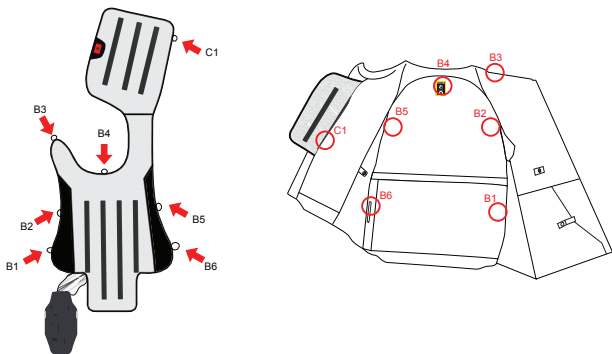

Abbildung 14
4. Lösen Sie den Airbag von der Weste, indem Sie alle Verbindungsclips öffnen. Die Clips sind wie in der Abbildung 14 dargestellt.